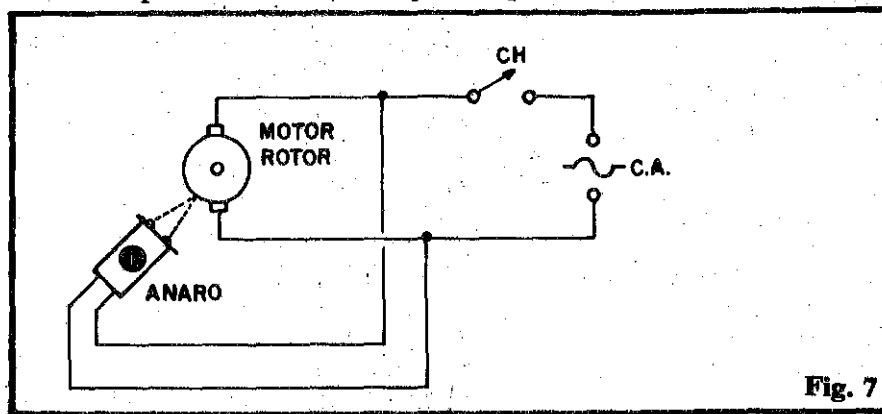

Fig. 7
- **FIG. 7 - A INSTALAÇÃO FINAL** - Como o circuito do ANARO inclui sua própria fonte de alimentação (110 ou 220V), o diagrama mostra como o sistema deve ser energizado, com o dispositivo simplesmente paralelo com o maquinário que vai monitorar... Se, por acaso, o maquinário trabalhar sob outras Tensões (que não 110 ou 220V C.A.), basta substituir o interruptor original CH por um do tipo duplo, que assim possa controlar, isoladamente, porém simultaneamente, o maquinário e o circuito do ANARO...
tação (para conexão à C.A., conforme fig. 7). Numa das faces mais amplas da caixa, pode ficar o sinalizador piezo (**buzzer**). "Sobrar" ainda muito espaço externo na caixa, para a eventual fixação de grampos, braçadeiras, suportes, etc., destinados a facilitar seu posicionamento no "local de trabalho"... Conforme já deve ter ficado claro, o módulo sensor deve ser fixado "olhando" para a superfície de um rotor, polia, engrenagem, roldana, esteira, etc., cujo regime de giro ou mesmo "velocidade linear", se deseje monitorar... No caso de uma superfície rotativa, basta pintar uma faixa em cor contrastante (se a superfície for branca ou clara, uma faixa **preta fosca**; se a superfície for escura, uma faixa **branca**...), que promoverá o suficiente "degrau" ótico necessário ao sensoreamento reflexivo do ANARO... Já para monitorar - por exemplo - a velocidade de uma esteira ou linha de montagem móvel, basta pintar faixas contrastantes a intervalos regulares, ao longo de todo o percurso da citada esteira. Uma solução prática e rápida é usar-se fita adesiva, **branca** ou **preta** (dependendo do contraste necessário...) em vez de tinta, na marcação do **gap** ótico... Para uma ação efetiva, o módulo opto-sensor deve ficar em posição rigorosamente perpendicular à superfície móvel monitorada, guardando um afastamento mínimo (em torno de 1 cm., podendo, contudo, ir até uns 2 ou 3 cm.).
- AJUSTE FINAL - Tudo instalado e providenciado, basta acionar o conjunto maquinário/ANARO, via interruptor conjugado (fig. 7) e - inicialmente, levar o trim-pot da placa (47K) para um dos extremos - aquele que gerar o permanente disparo do sinal sonoro... Em seguida, já com o maquinário funcionando regularmente (e no giro nominal...), basta "retornar", lentamente, o ajuste do trim-pot, parando tal movimento no exato ponto em que o buzzer "se cala"... Nada mais será necessário, salvo a inspeção, de tempos em tempos, para verificar se as "janelas" do módulo ótico encontram-se desimpedidas, livres de pó ou sujeiras acumuladas normalmente num ambiente industrial...